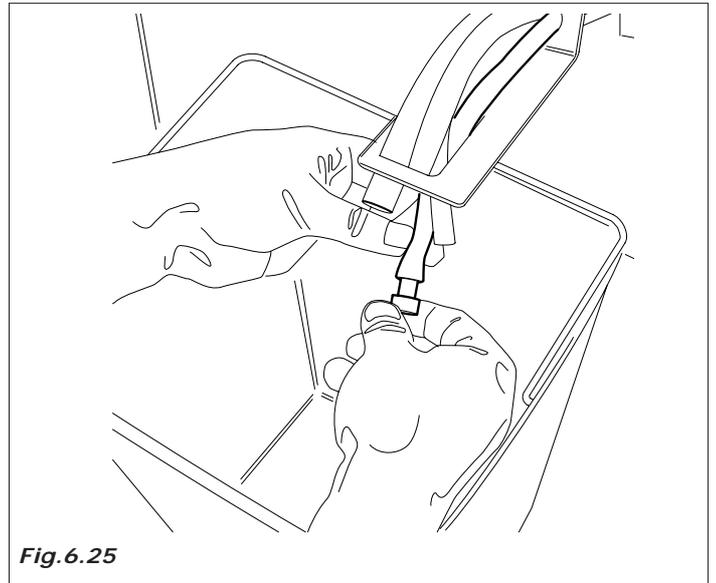

Fig.6.25
- Colocar de nuevo el tapón (Fig.6.25).